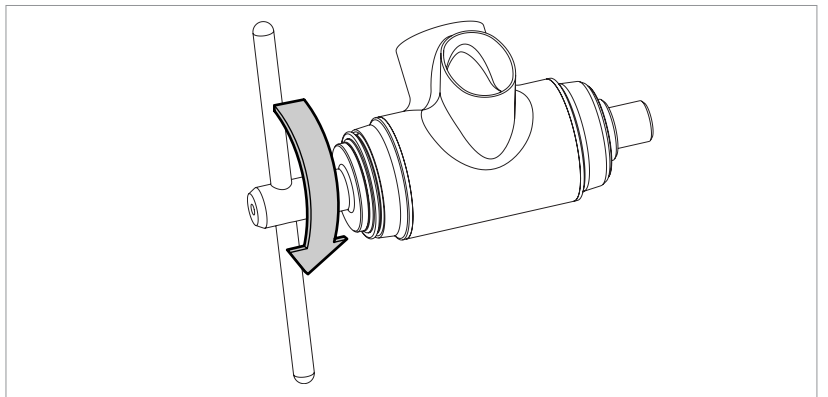

Fig.3
- Tourner le levier de l'outil UT-BB240 dans le sens des aiguilles d'une montre jusqu'à placer les deux cuvettes en butée (Fig. 3).
- Avant d'extraire l'outil, veiller à avoir placé correctement les cuvettes sur la boîte de pédalier (Fig. 3).